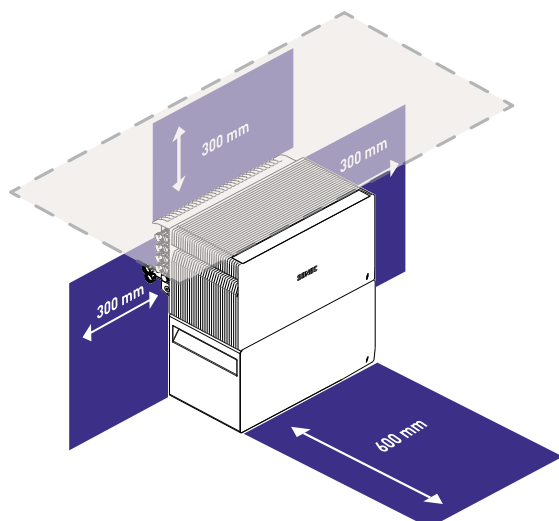

Fig. 1
- le distanze minime da rispettare obbligatoriamente, indicate nell'immagine di seguito (Fig. 1); se si sceglie di installare il mini sistema di accumulo SENEK all'aperto, è necessario installare anche una copertura che rispetti le distanze indicate nell'immagine e che sia di dimensione sufficiente a proteggere il sistema dalla luce solare diretta e dalle intemperie.